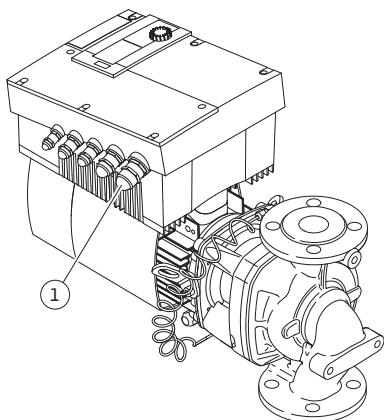

Fig. 30: Кабельный ввод M25
- Кабель для подключения к сети нужно проводить через кабельный ввод M25 (Fig. 30., поз. 1).